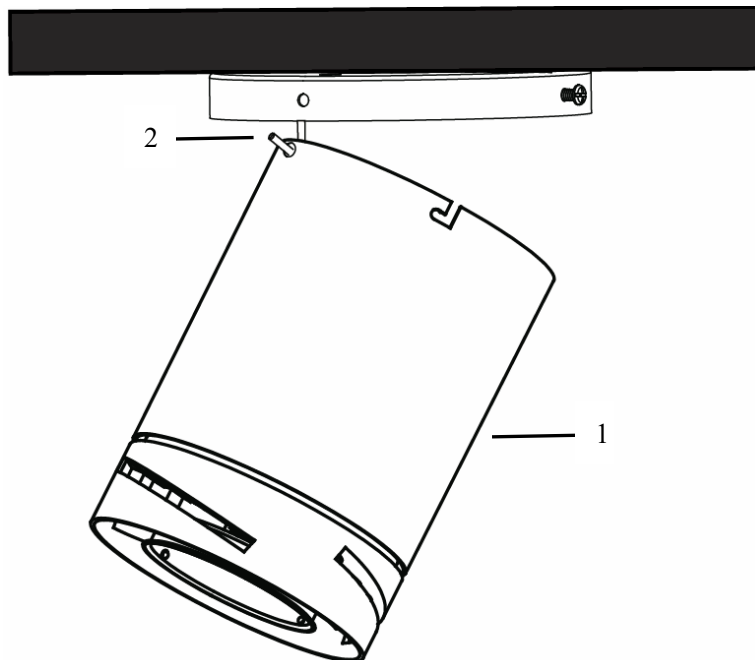

Fig. 6
- Eleve el conjunto del ventilador (1) hasta el soportedemontaje. Cuelgue el ensamblaje del ventilador en el gancho en forma de J (2) del soporte de armado. (Fig.6)